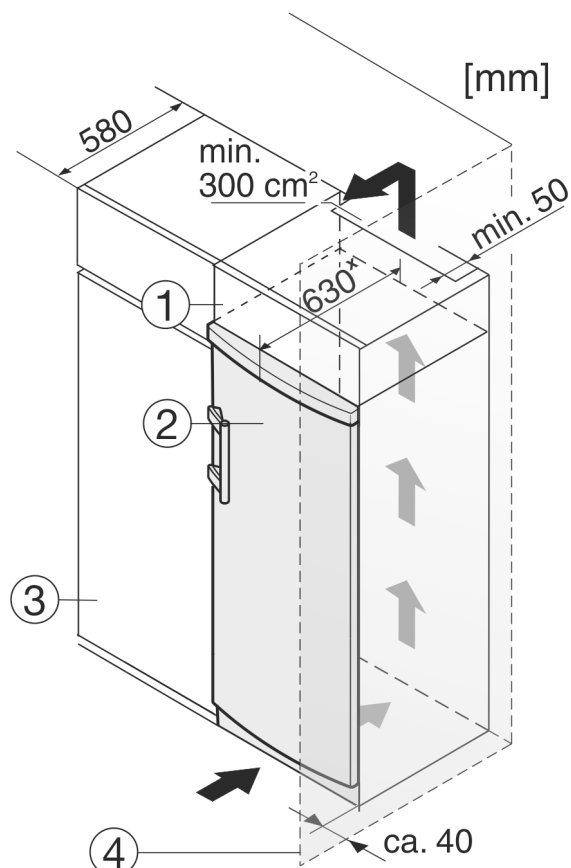

Fig. 10
- (1) Дополнительный шкафчик
- (2) Устройство
- (3) Кухонный шкаф
- (4) Стена
Устройство может быть окружено кухонными шкафами. Чтобы уравнять устройство Fig. 10 (2) по высоте с кухонной стенкой, можно установить над устройством дополнительный шкафчик Fig. 10 (1).
При комбинировании с кухонными шкафами (глубина макс. 580 мм) устройство можно установить непосредственно рядом с кухонным шкафом Fig. 10 (3). Устройство выступает сбоку на 34 мм * и по центру на 50 мм * относительно передней стенки кухонного шкафа.
Если устройство установлено на шарнирах у стены Fig. 10 (4), то расстояние между устройством и стеной должно быть не менее 40 мм. Настолько выступает ручка при открытой дверце.